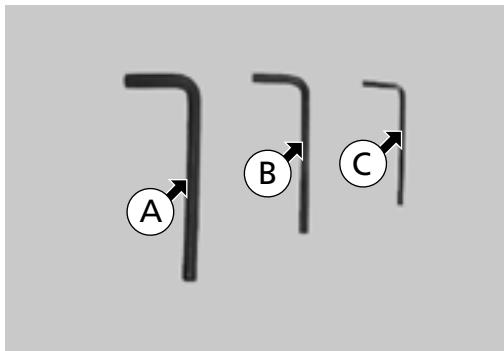

Fig. 32
Utiliser l'outil (A), clé Allen de 6 mm (fig. 32).
Éléments de la fig. 32
Utiliser une clé Allen de 4 mm (B), (fig. 32).